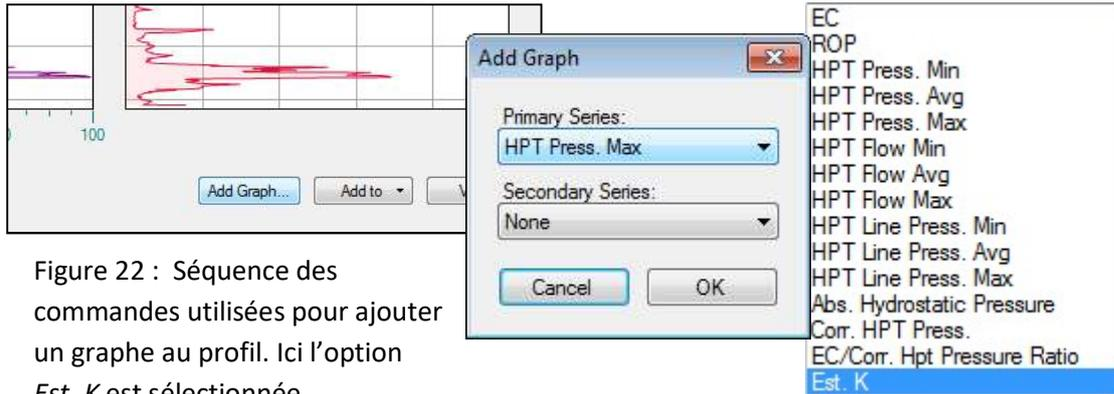

Figure 22 : Séquence des commandes utilisées pour ajouter un graphe au profil. Ici l'option *Est. K* est sélectionnée.
1. Cliquez sur l'icône *Add Graph* dans le coin inférieur droit de l'écran (Figure 22) afin d'ouvrir la fenêtre *Add Graph*.